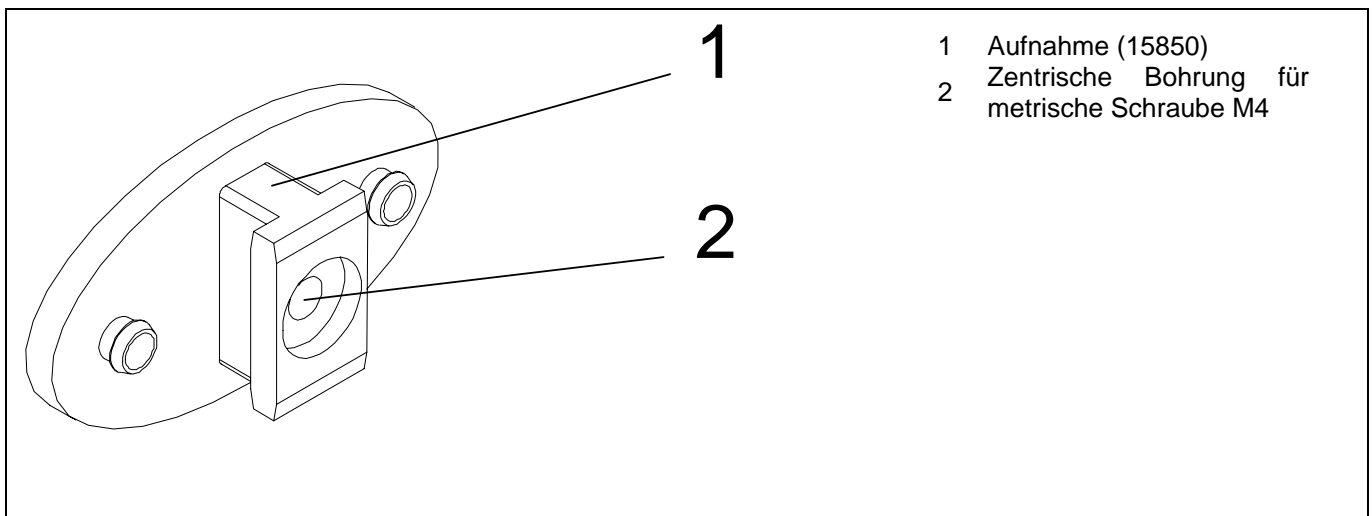

Abbildung 10: Aufnahme der MELAdem®40
4. Durch zentrische Bohrung der Aufnahmen (siehe Abbildung 10) werden die Schrauben (M4, 20 mm) durch die Löcher gesteckt und von innen mit Zahnscheibe und Mutter befestigt. Dabei darauf achten, dass die Aufnahmen eine waagrechte Position einhalten.